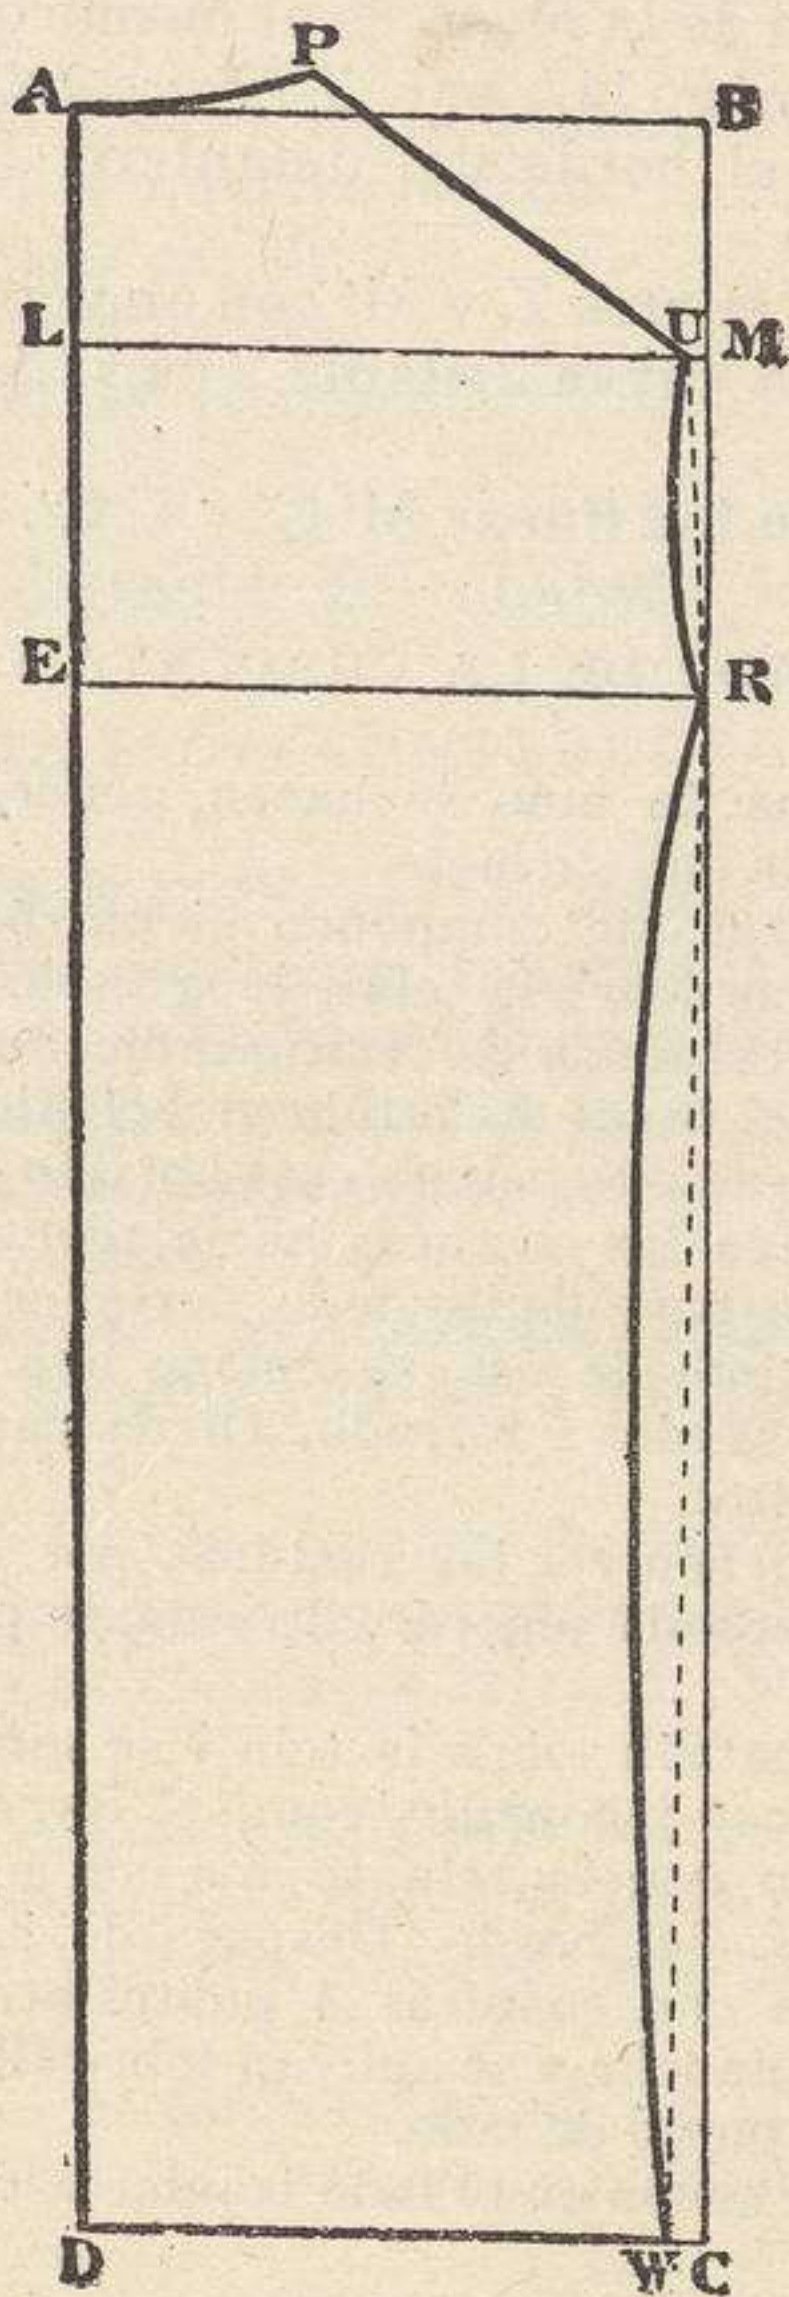

Fig. 75 ( $\frac{1}{5}$  parte del tamaño real).—Espalda de la blusa.
1.º **Mitad de la espalda A D** (fig. 75).— La mitad de la espalda es una línea recta que sigue la línea A D del rectángulo.